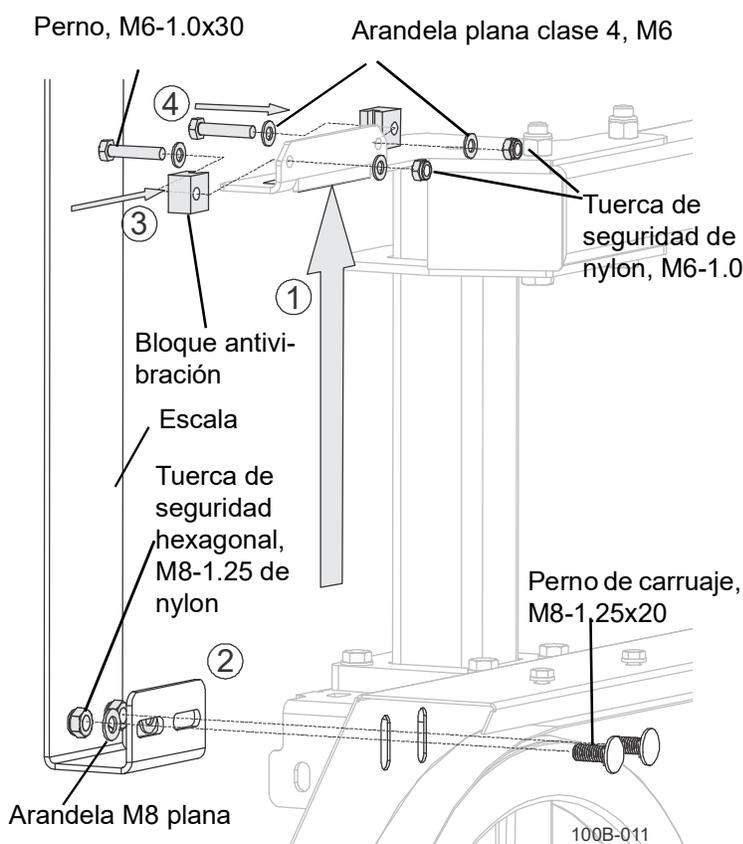

FIG. 3-31
4. Vuelva a colocar el tornillo de fijación y apriételo. (Vea FIG. 3-31)
1. Pase la escala a través de la abrazadera del mástil dirigida hacia el operador, como se muestra en el paso ①. (Vea FIG. 3-31)
3. *Fije ligeramente* el cabezal de corte con los pernos de carruaje M8-1,25x20 (insertados desde el interior del cabezal de corte, como en la vista de corte, con arandelas y tuercas en el exterior, como se muestra en el paso ②). (Vea FIG. 3-31)
4. Coloque los bloques antivibración en ambos lados de la escala, como se muestra en el paso ③. (Vea FIG. 3-31)
5. Fije los bloques antivibración con los elementos proporcionados, como se muestra en el paso ④. La escala debe deslizarse con libertad por los bloques. (Vea FIG. 3-31)